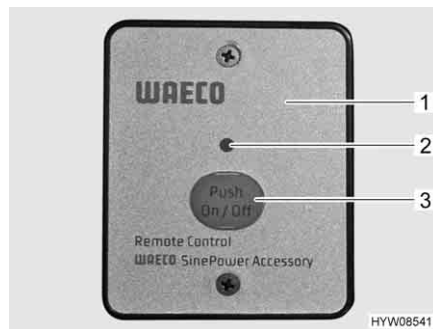

Fig. 103 Interruttore di telecomando
L'interruttore di telecomando (Fig. 103,1) è montato sopra la porta di ingresso.
- Premere il tasto "On/Off" (Fig. 103,3). Il LED (Fig. 103,2) si accende.
- Premere il tasto "On/Off" (Fig. 103,3). Il LED (Fig. 103,2) si spegne.